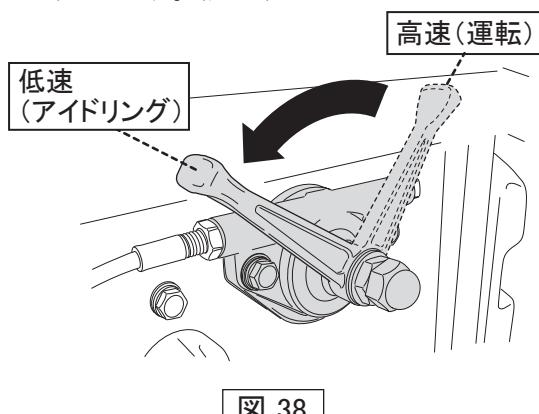

図 38
2. スロットルレバーを高速(運転)から低速(アイドリング)にします。(図38)